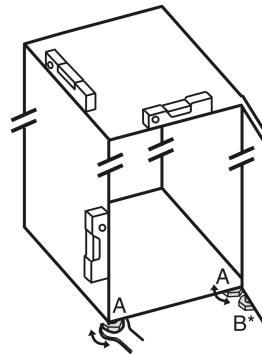

Fig. 28
- Dévisser les pieds réglables Fig. 28 (A) avec la clé plate fournie et utiliser un niveau à bulle pour vérifier que l'appareil est bien plan.
- Dévisser le pied réglable Fig. 28 (B) du support de palier avec la clé plate fournie jusqu'à ce qu'il touche le sol.
- Continuer de tourner le pied réglable Fig. 28 (B) de 90° maximum pour éviter d'endommager la porte.